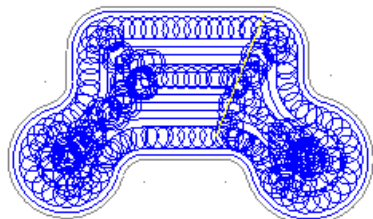

图 4.3.23 “高速加工”
- ☑ **高速加工**选项：该选项是在圆弧处生成平稳的切削，且不易使刀具受损的一种加工方式，但加工时间较长，刀具路线如图 4.3.23 所示。